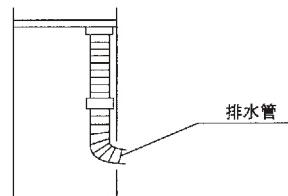

图13
- (1) 可使用附件⑪的室内机排水管，将排水管与室内机出水管相接。(若需加长排水管，请选用内径Φ15.5的排水管)
- (2) 排水管应由内向外如图所示倾斜，以便冷凝水排除。
- (3) 为了防止排水管接口处泄漏，请在接口处使用粘结剂，见图13。
- (4) 安装时可根据具体情况来布置管道走向，既可由后板孔内通出，也可在左右侧板相应的孔中通出。